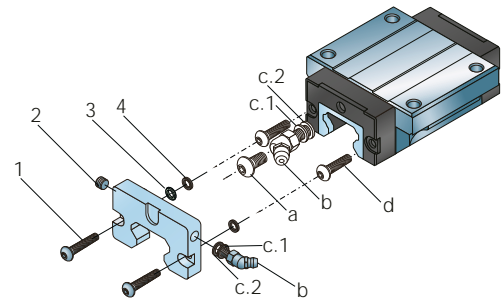

Abb. 32
1. Entfernen Sie den Schmiernippel (b) und die Unterlegscheiben (c.1 und c.2), oder den Gewindestift (a) (↳ **Abb. 32**)
3. Bringen Sie die Adapterplatte mit dem Dichtungsring (3) an der Endplatte an und positionieren Sie diese genau gegen die Platte
4. Die Unterlegscheiben (4) für die Befestigungsschrauben auf beiden Seiten anbringen.
5. Montieren Sie die Befestigungsschrauben (1)
7. Montieren Sie die Stellschraube (2) auf der anderen Seite der Adapterplatte.